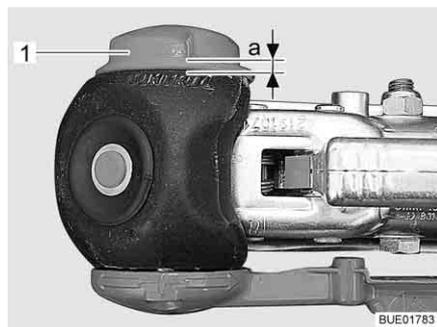

Fig. 197 Control de desgaste
- Girar la ruedecilla (Fig. 197,1) hasta comprobar que la limitación de par emita un sonido audible. Sentido de rotación: de las agujas del reloj.
- Distancia $a > 0$ (Fig. 197): Desgaste dentro del margen permitido.